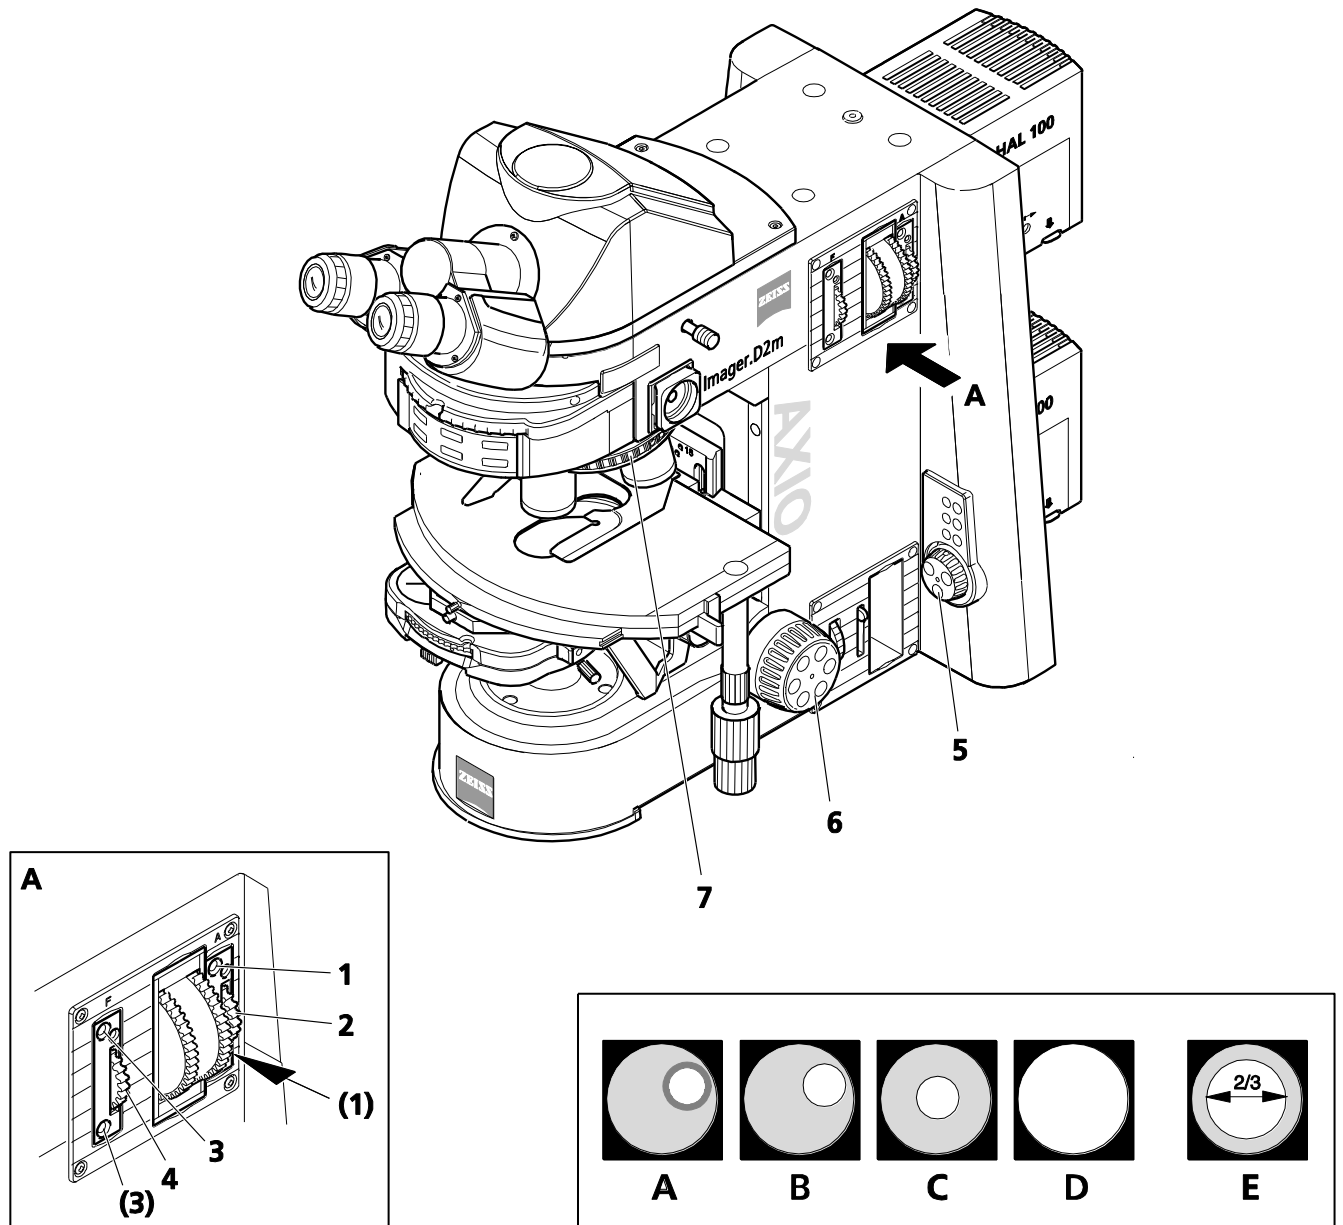

Fig. 205 Réglages du microscope sur l'Axio Imager MAT en champ clair pour lumière réfléchie
- Régler la commande d'intensité lumineuse (Fig. 205/5) située sur le statif du microscope.
- Tourner la tourelle porte-objectifs (Fig. 205/7) pour faire pivoter l'objectif 10x (anneau jaune, voir aussi le paragraphe 2.6).
- Utiliser la commande de mise au point (Fig. 205/6) pour effectuer la mise au point sur l'échantillon. Pour éviter toute collision entre l'objectif et l'échantillon, toujours procéder à la mise au point, si possible, loin de l'échantillon.
- Régler le diaphragme d'ouverture (Fig. 205/2) en position médiane (environ à moitié ouvert ou fermé) en tournant sa molette.
- Réduire la taille du diaphragme de champ lumineux (Fig. 205/4) en tournant sa molette jusqu'à ce qu'il devienne visible dans le champ d'observation (Fig. 205/A).
- Tourner la commande de mise au point (Fig. 205/6) pour refaire la mise au point sur le bord du diaphragme de champ lumineux (Fig. 205/B) et utiliser les vis de centrage (Fig. 205/3, 3) pour centrer le diaphragme de champ lumineux sur le bord du champ d'observation (Fig. 205/C).
- Ouvrir alors le diaphragme de champ lumineux (Fig. 205/4) jusqu'à ce qu'il disparaisse simplement du champ d'observation (Fig. 205/D).
- Centrer le diaphragme d'ouverture avec les vis de centrage (Fig. 205/1) ; pour les échantillons à contraste moyen, régler la dimension d'ouverture du diaphragme sur environ 2/3 à 4/5 du diamètre de la pupille de sortie de l'objectif (Fig. 205/E) à l'aide de la molette (Fig. 205/2).
- Enfin, réinsérer l'oculaire, refaire la mise au point à l'aide de la commande de mise au point coaxiale rapide et précise (Fig. 205/6) et adapter la luminosité de l'image à l'échantillon examiné.
Ne jamais utiliser le diaphragme d'ouverture pour contrôler la luminosité de l'image. Utiliser plutôt la commande d'intensité lumineuse (Fig. 205/5) ou faire pivoter les filtres d'atténuation des roues à filtres à 2 positions dans la trajectoire lumineuse !